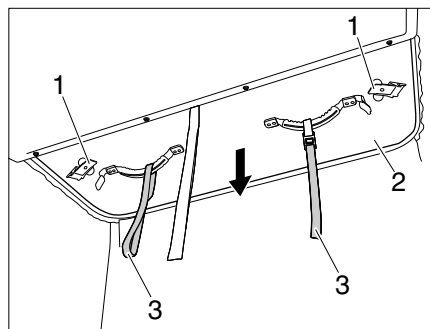
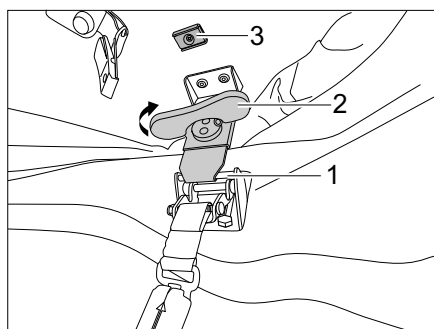

Bild 15 Aufstelldach nach unten ziehen
Bild 16 Verriegelung spannen
- ▷ Um mögliche Beschädigungen am Zeltstoff zu vermeiden, die Verschlusshebel (Bild 15,1) oben am Magnet (Bild 16,3) fixieren.
- ▷ Vor Fahrtbeginn prüfen, ob die Verschlusshebel der Verriegelungen (Bild 16,1) links und rechts korrekt spannen. Bei Bedarf nach Anleitung des Herstellers die Verriegelung einstellen.
- Prüfen, ob die Verriegelungen durch die Magnete (Bild 16,3) fixiert sind.
- Aufstelldach (Bild 15,2) mit Blick in Richtung Heck an den Ziehvorrichtungen (Bild 15,3) **langsam** nach unten ziehen und beobachten, ob der Stoffbalg sauber nach innen fällt.
- Verschlusshebel (Bild 15,1) vom Magnet (Bild 16,3) lösen und in die Rastung (Bild 16,1) einhängen.
- Drehgriff (Bild 16,2) der Verriegelung im Uhrzeigersinn drehen, bis die Verriegelung fixiert ist.
- Drehgriff (Bild 16,2) nach oben klappen.
- ▷ Sollte der Verschlusshebel (Bild 15,1) ein zu großes Spiel haben und das Aufstelldach nicht richtig schließen, kann die Verriegelung nachjustiert werden, siehe Kapitel 12.3.2.